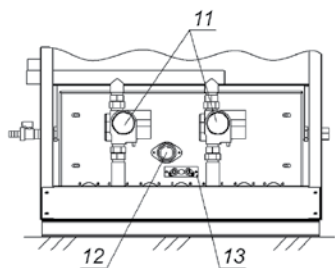

Рисунок 3. Внешний вид двухступенчатого котла ALFA COMFORT E v15.
11. Газовый клапан с автоматикой. Для котлов ALFA COMFORT E 75 v15; E 85 v15; E 95 v15 см. рисунок 3, расположен под лицевой панелью